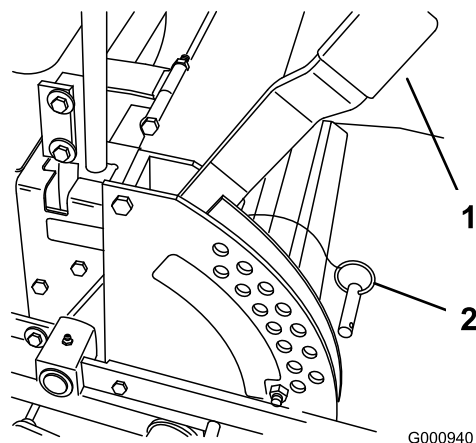

Figure 19
1. Relevez le levier de sélection de hauteur de coupe en position de transport (qui correspond aussi à la hauteur de coupe de 114 mm (4-1/2 pouces)) (Figure 19).
2. Pour changer de hauteur de coupe, retirez l'axe de chape du support de hauteur de coupe (Figure 19).
3. Placez l'axe de chape dans le trou du support correspondant à la hauteur de coupe voulue (Figure 19).